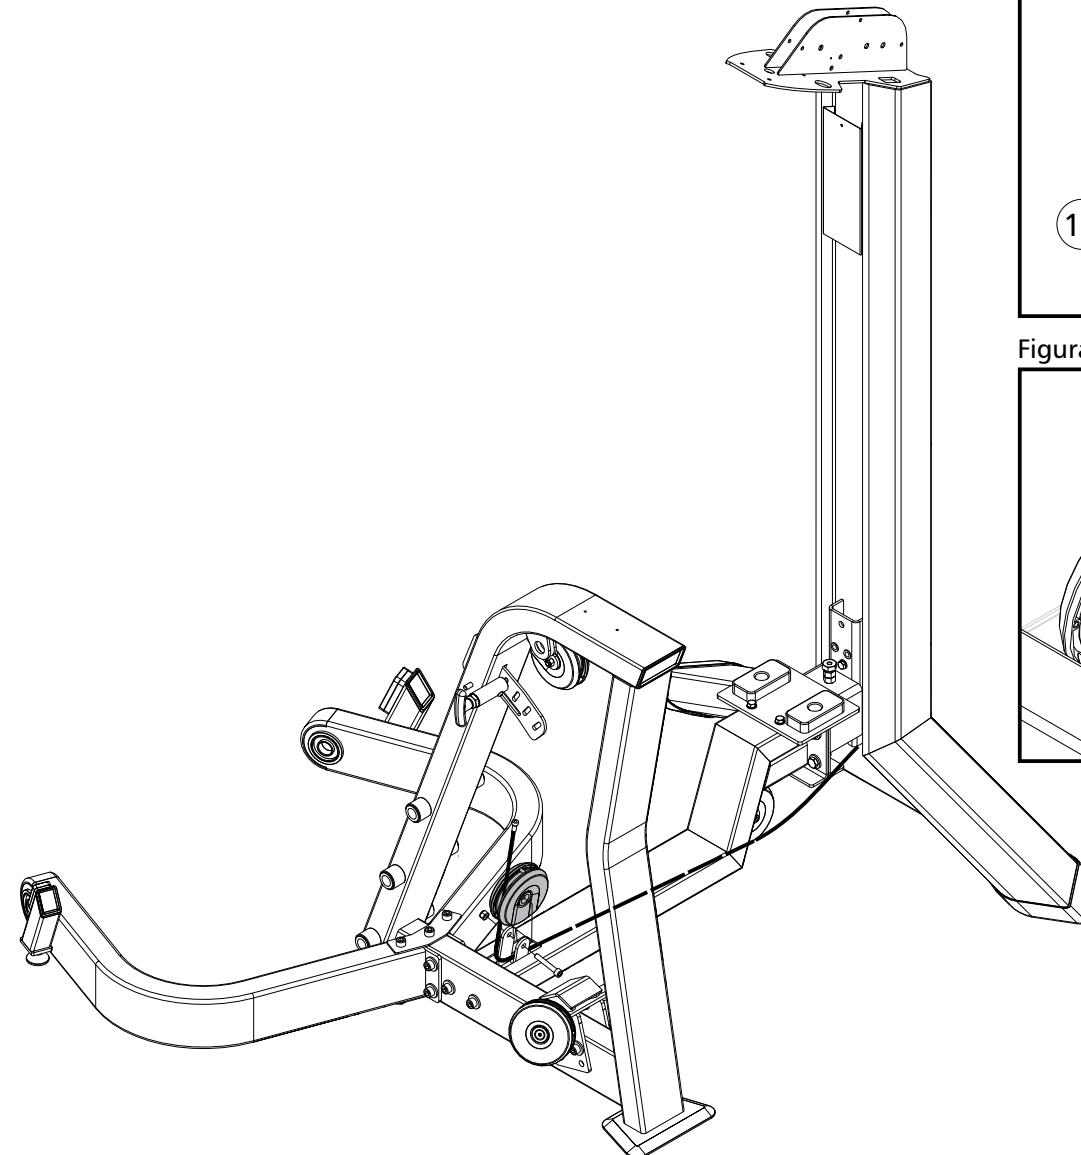

Figura 4-4
- 2 - Observe aonde se encontram os pinos trava do cabo de aço (12) para fazer a passagem. (figura 4-4)